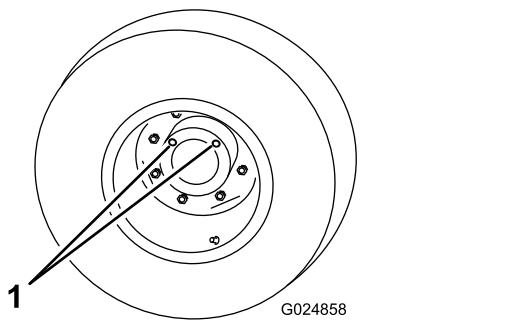

Figure 64
5. Tournez la roue jusqu'à ce que les orifices débouchés du train planétaire soient à la position 11 heures et la position 1 heure (**Figure 64**).